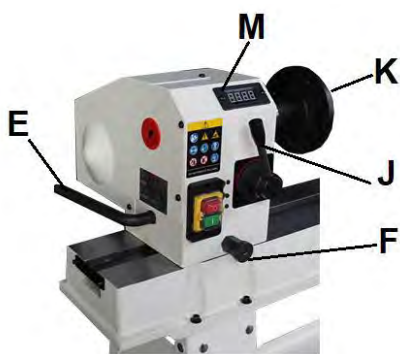

Рис. 16
С помощью ручки переключения частоты вращения шпинделя (J, Рис. 16) можно выбрать одну из десяти доступных скоростей. Потяните ручку и поверните ее влево (чтобы выбрать более низкую частоту вращения) или вправо (чтобы выбрать более высокую частоту вращения).
Частота вращения шпинделя отображается в оборотах в минуту (об/мин). М, Рис. 16.
Ослабьте ручку фиксации передней бабки (E) и потяните стопорный штифт (F, Рис. 16), чтобы повернуть переднюю бабку.
Планшайба (K, Рис. 16) используется для обработки чаш. На планшайбе находится несколько отверстий (L, Рис. 17) для установки заготовки. Навинтите планшайбу на шпиндель по часовой стрелке и затяните два установочных винта.